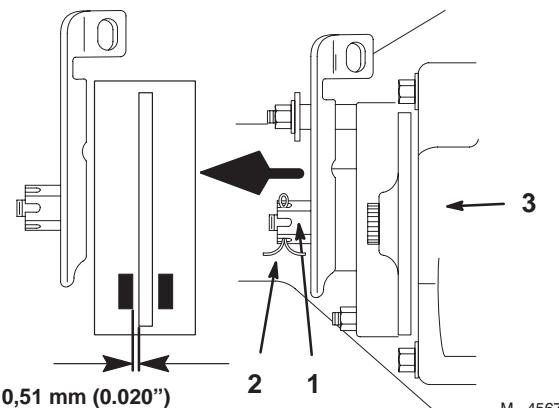

Figure 28
3. Pour régler le frein, retirer la goupille et desserrer légèrement l'écrou de réglage du frein (Fig. 28).
4. Insérer délicatement un calibre d'épaisseur de 0,51 mm (0.020") entre la plaque extérieure et le disque de frein (Fig. 28).